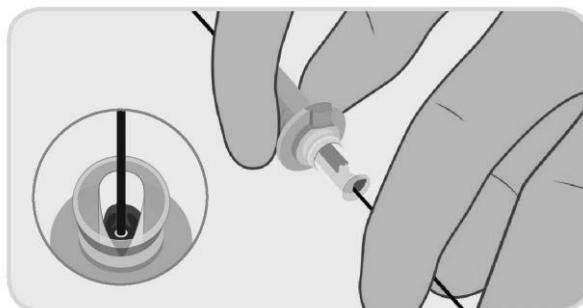

Figura 7. Carregamento do fio-guia na cânula do dispositivo.
- a. Utilize solução salina não heparinizada para lubrificar o fio-guia durante a inserção. Insira o fio-guia no implante dentro da cânula de carregamento, Figura 7, continue a inserir o fio-guia até que saia pela parte de trás da pega do dispositivo de encerramento PerQseal®. Segure a bainha introdutora PerQseal® a um ângulo baixo relativamente ao eixo longitudinal da artéria (por exemplo, 20°) e mantenha a bainha introdutora tão reta quanto possível, para evitar dobras.
Nota 2: Segure apenas na parte posterior da cânula de carregamento durante a inserção, como indicado na figura 7.